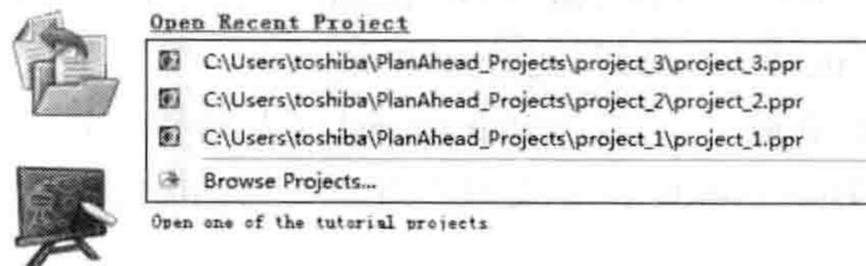

图 1.1.5 显示最近打开过的 PlanAhead 工程
(3) 打开最近的工程 (Open Recent Project)：显示最近打开过的 PlanAhead 工程路径和工程名称，单击该链接时页面显示如图 1.1.5 所示。